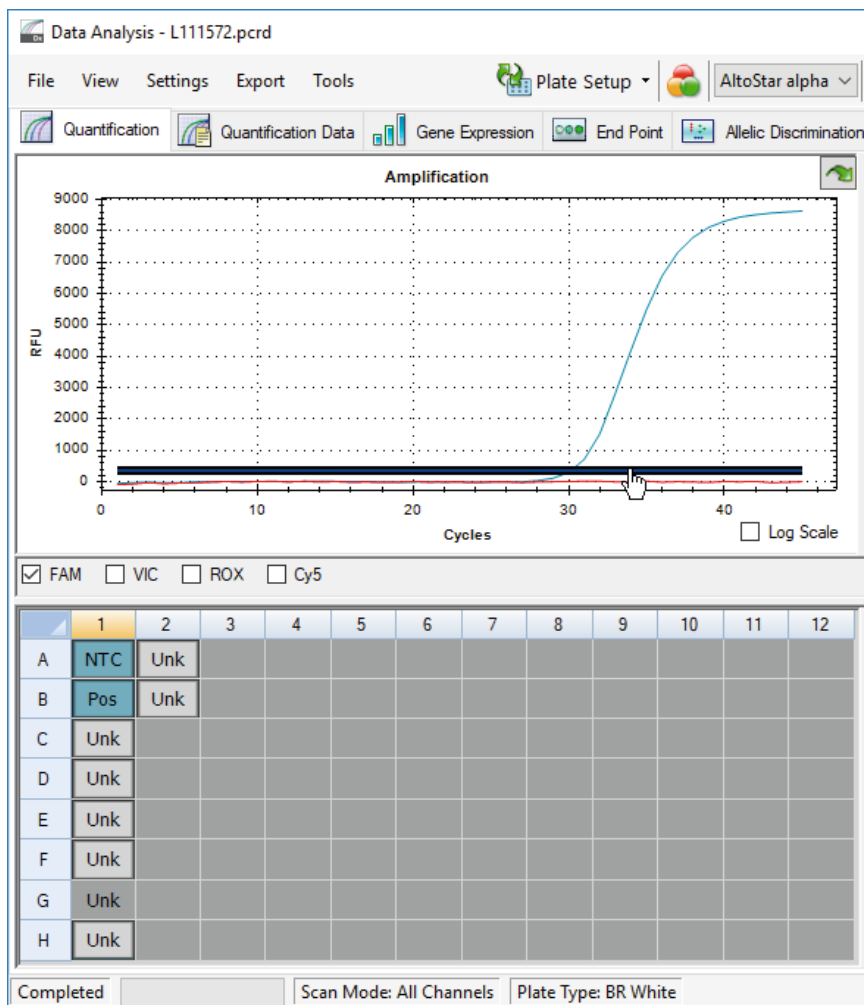

Figura 10: Finestra Data Analysis (Analisi dei dati): impostazione della soglia FAM™
5. Sul lato sinistro della finestra Data Analysis (Analisi dei dati) togliere il segno di spunta dalla casella di controllo **VIC** e spuntare solo la casella di controllo **FAM** per il canale di rilevamento del target VZV (vedere figura 10).
- Selezionare solo i pozzetti contenenti NTC e PC nella vista piastra della finestra Data Analysis (Analisi dei dati) (vedere figura 10).
- Trascinare la soglia pozzetto sopra al segnale dell'NTC nell'area esponenziale del segnale PC (vedere figura 10).